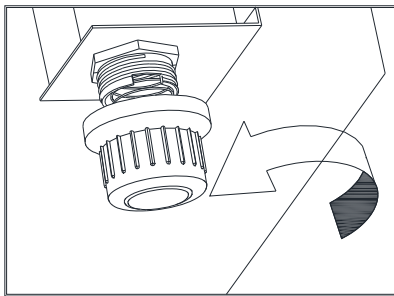
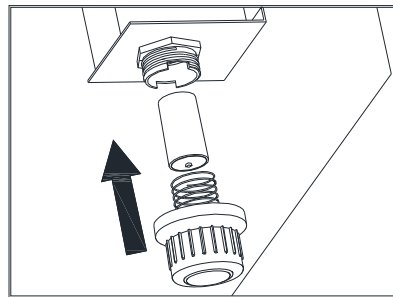
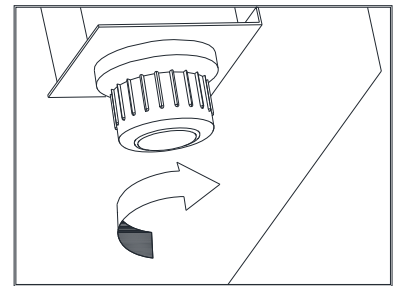

Fig 1
Fig 2
Fig 3
- 3- Dévissez la boîte à pile, ainsi qu'illustré sur la Fig. 1. Insérez le côté électrode négative de la pile dans le fond de la boîte à pile, ainsi qu'illustré à la Fig. 2. Vissez ensuite la boîte à pile, ainsi qu'illustré sur la Fig. 3.